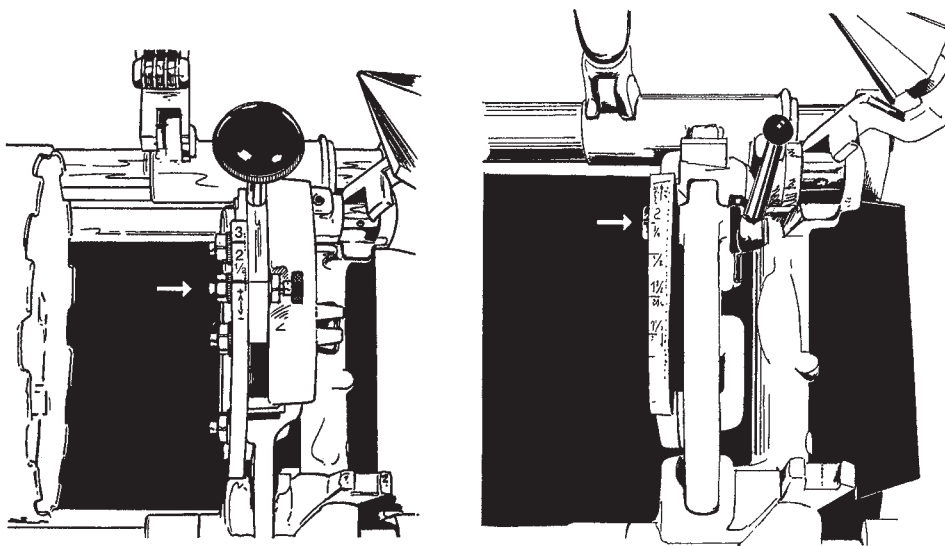

Fig. 5
- **Резьбонарезная головка (D):** Установить надлежащие резьбонарезные гребенки. Отрегулировать резьбонарезную головку (см. рис. 5). Во время вращения трубы подать каретку, чтобы привести резьбонарезные гребенки в соприкосновение с трубой. Продолжать оказывать усилие на маховичок, пока резьбонарезные гребенки не войдет в зацепление с трубой.
См. рис. 5, 7а и 7б.